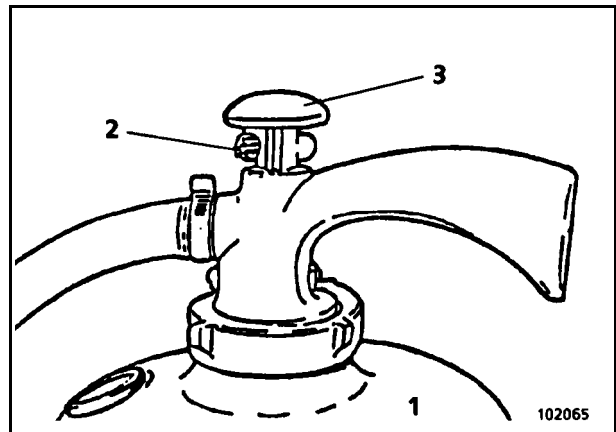

Fig. 2-21:
- Sicherung (2, Fig. 2-21:) ziehen.
- Schlagknopf (3) kräftig eindrücken und wieder loslassen.